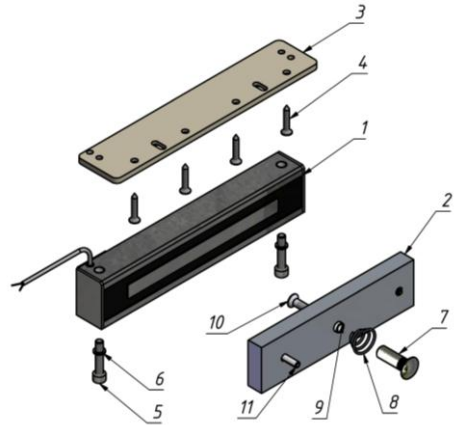
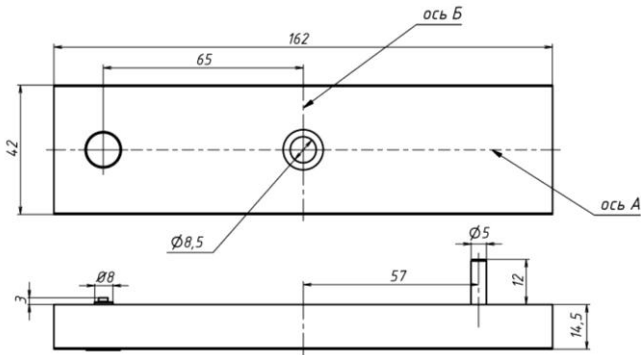

Рисунок 1 - Комплект поставки замка AL-400FB-DP
Рисунок 5 – Габаритный чертеж якоря
В комплект поставки замка (рисунок 1) входят:
5.5 В комплекте поставки замка **AL-400FB-DP** (рисунок 1) для втулки и штифта из комплекта крепления якоря в дверном полотне подготавливаются монтажные отверстия: для штифта диаметром 6 мм на глубину 10 мм, для втулки - сквозное отверстие диаметром 10 мм в соответствии с габаритным чертежом якоря (рисунок 5).